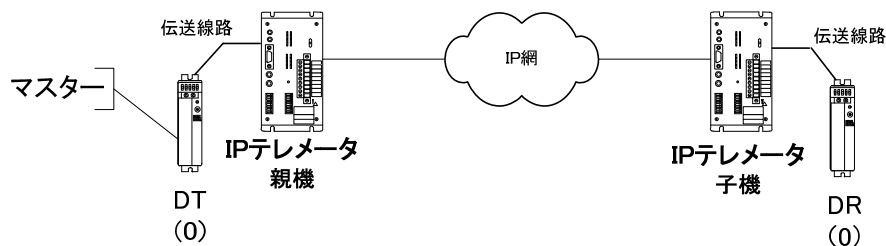

図 7.5 IP テレメータの種類
(1) 子機
子機は、伝送線路に接続されている子局から I/O データを収集、および子局に I/O データを配信します。また、収集した I/O データを親機に渡したり、子局に I/O データを配信するために親機から I/O データを受け取ったりします。まとめると、子機は伝送線路に接続されている子局（図 7.5 でいうと DR(0) の子局を指す）に代わって、親機と I/O データを送受信し、その情報を子局に渡します。
(2) 親機
親機は、子機から受け取った I/O データを保持し、マスターからの問い合わせがあった時に保持した I/O データを返したり、伝送線路内に飛び交う I/O データ信号の一部を子機に渡したりします。まとめると、親機は子機の伝送線路に接続されている子局（図 7.5 でいうと DR(0) の子局を指す）に代わって、マスターの子局（MF も含む）と I/O データを送受信し、その情報を、子機を介して子局に渡します。